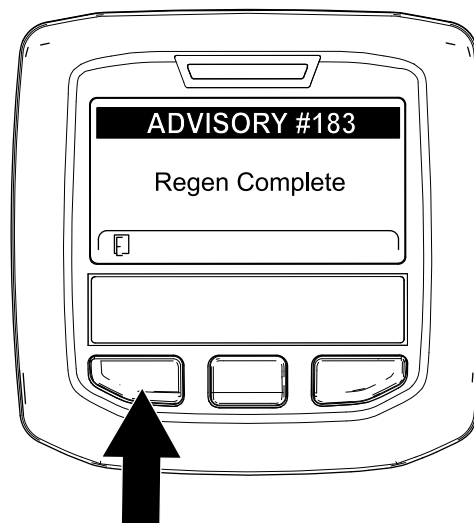

Figure 90
9. Quand le calculateur moteur achève une régénération en stationnement ou d'urgence, l'InfoCenter affiche ADVISORY #183 (avis n° 183) (Figure 90). Appuyez sur le bouton gauche pour quitter l'écran d'accueil.